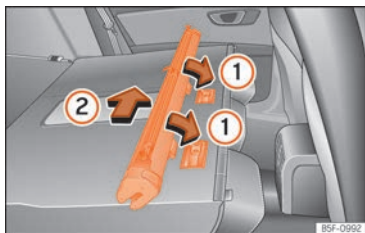

Abb. 181 Einbau der Netztrennwand an den Rücksitzlehnen
- Ordnen Sie die Schale des Netzes in der Unterseite der Stützschielen in Pfeilrichtung an »» **Abb. 181** ①.
- Drücken Sie die Schale nach links vom Fahrzeug in Pfeilrichtung »» **Abb. 181** ② und bis zum Anschlag.
- Ziehen Sie am Gehäuse des Netzes ca. 5 cm gegen die Pfeilrichtung »» **Abb. 181** ②.
- Nehmen Sie den Einsatz der Netztrennwand aus den Halteschienen, indem Sie entgegen der Pfeilrichtung »» **Abb. 181** ① ziehen.